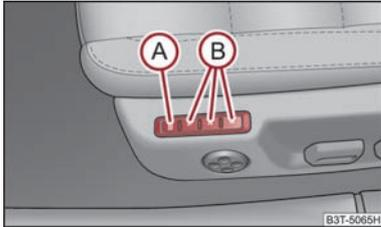

Abb. 71 Fahrersitz: Speichertasten und die SET-Taste
- Drücken Sie die Taste **SET** (A) ⇒ Abb. 71.
- Drücken Sie eine der Speichertasten (B) innerhalb 10 Sekunden nach dem Drücken der Taste **SET** - ein Quittierton bestätigt die Speicherung der Sitzeinstellung.
Memory für den Sitz bietet Ihnen die Möglichkeit, die individuelle Fahrersitz- und Außenspiegelposition zu speichern. Jeder der drei Speichertasten (B) ⇒ Abb. 71 kann eine individuelle Position zugeordnet werden, d. h. insgesamt drei. Nach dem Drücken der entsprechenden Speichertaste (B) werden der Sitz und die Außenspiegel automatisch in die Positionen gestellt, die dieser Taste zugeordneten worden sind ⇒ Seite 81.
- **Memory-Tippautomatik:** drücken Sie kurz die gewünschte Speichertaste  ⇒ Abb. 71. Der Sitz und die Außenspiegel werden automatisch in die abgespeicherten Positionen gefahren (das gilt nur, wenn die Zündung eingeschaltet und die Geschwindigkeit kleiner als 5 km/h ist).